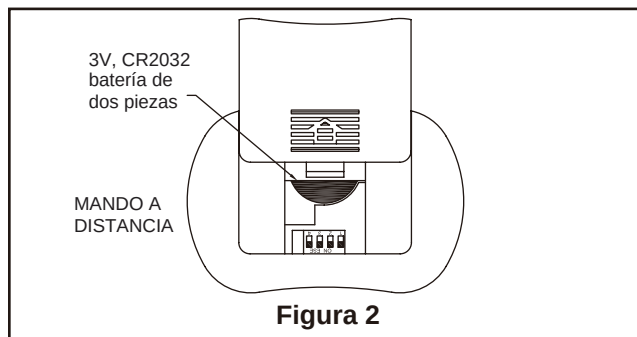

Figura 2
- ☐ 2. Para que funcione el ventilador, instale dos pilas de 3 voltios en el transmisor del mando a distancia. (si no se va a utilizar por largos períodos de tiempo, retire la batería para evitar daños al control remoto de mano.) Guarde el transmisor lejos del exceso de calor o humedad. (Figura 2)